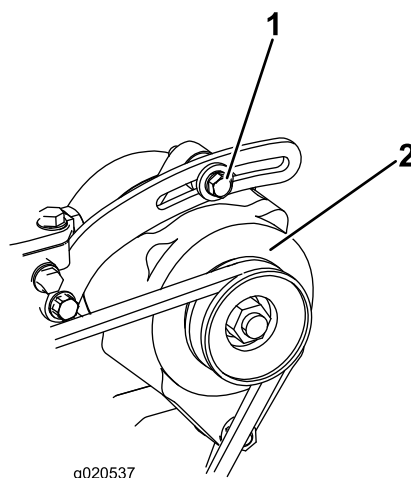

Figura 89
1. Se l'inflessione non è di 10 mm, allentate i bulloni di fissaggio dell'alternatore (**Figura 89**).